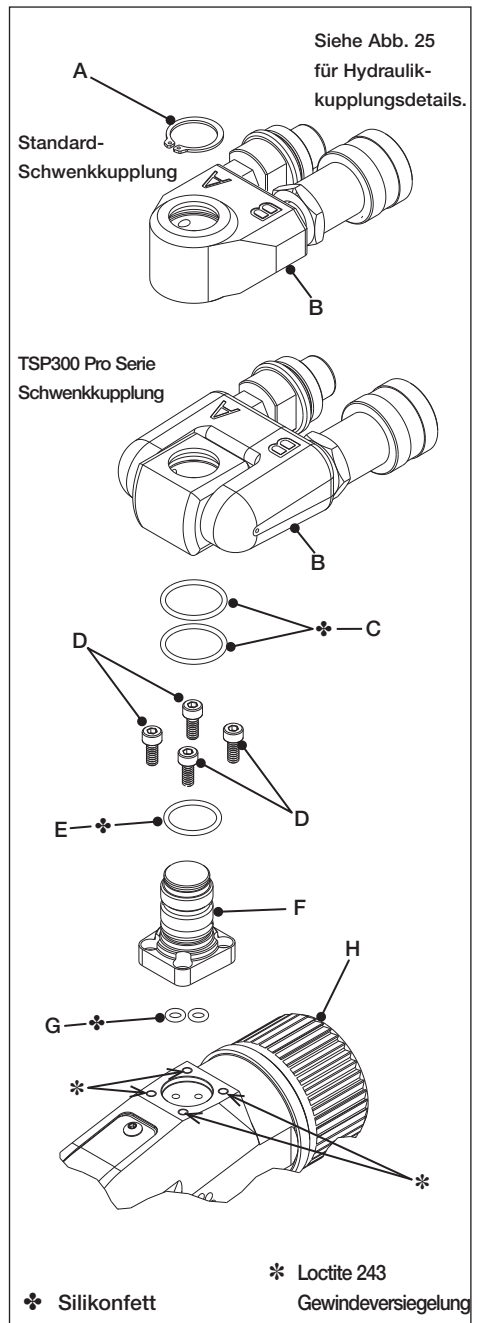

Abb. 21
5.3.1 Ausbau der Hydraulik-Schwenkkupplung und der der Schwenkkupplungsstange (Abb. 21 und 25)
- Entfernen Sie den Sprengring (A) an der Oberseite der Schwenkkupplungsstange (F).
- Ziehen Sie die Schwenkkupplung (B) unter Verwendung von zwei flachen Schraubenziehern vorsichtig von der Schwenkkupplungsstange (F).
- Entfernen Sie die O-Ringe (C) von den Nuten im Innern der Schwenkkupplung (B).
Für Schwenkkupplungskomponenten siehe Abb. 21 und 25.
5.3.7 - Aus- und Einbau der Hydraulik-Schwenkkupplung und der der Schwenkkupplungsstange (Abb. 21 und 25)
siehe (*) in Abbildung 21.